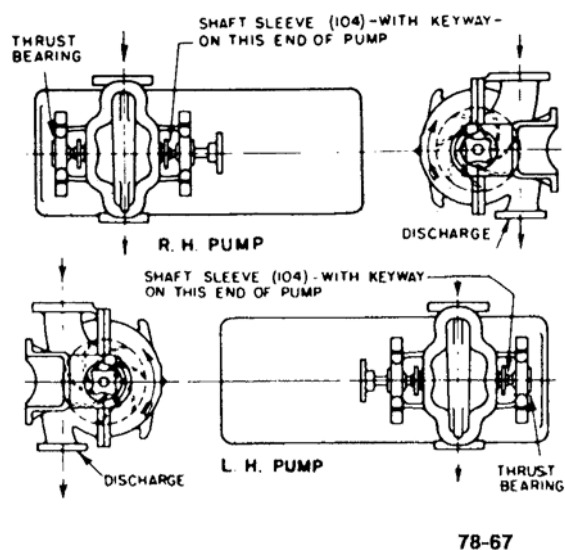
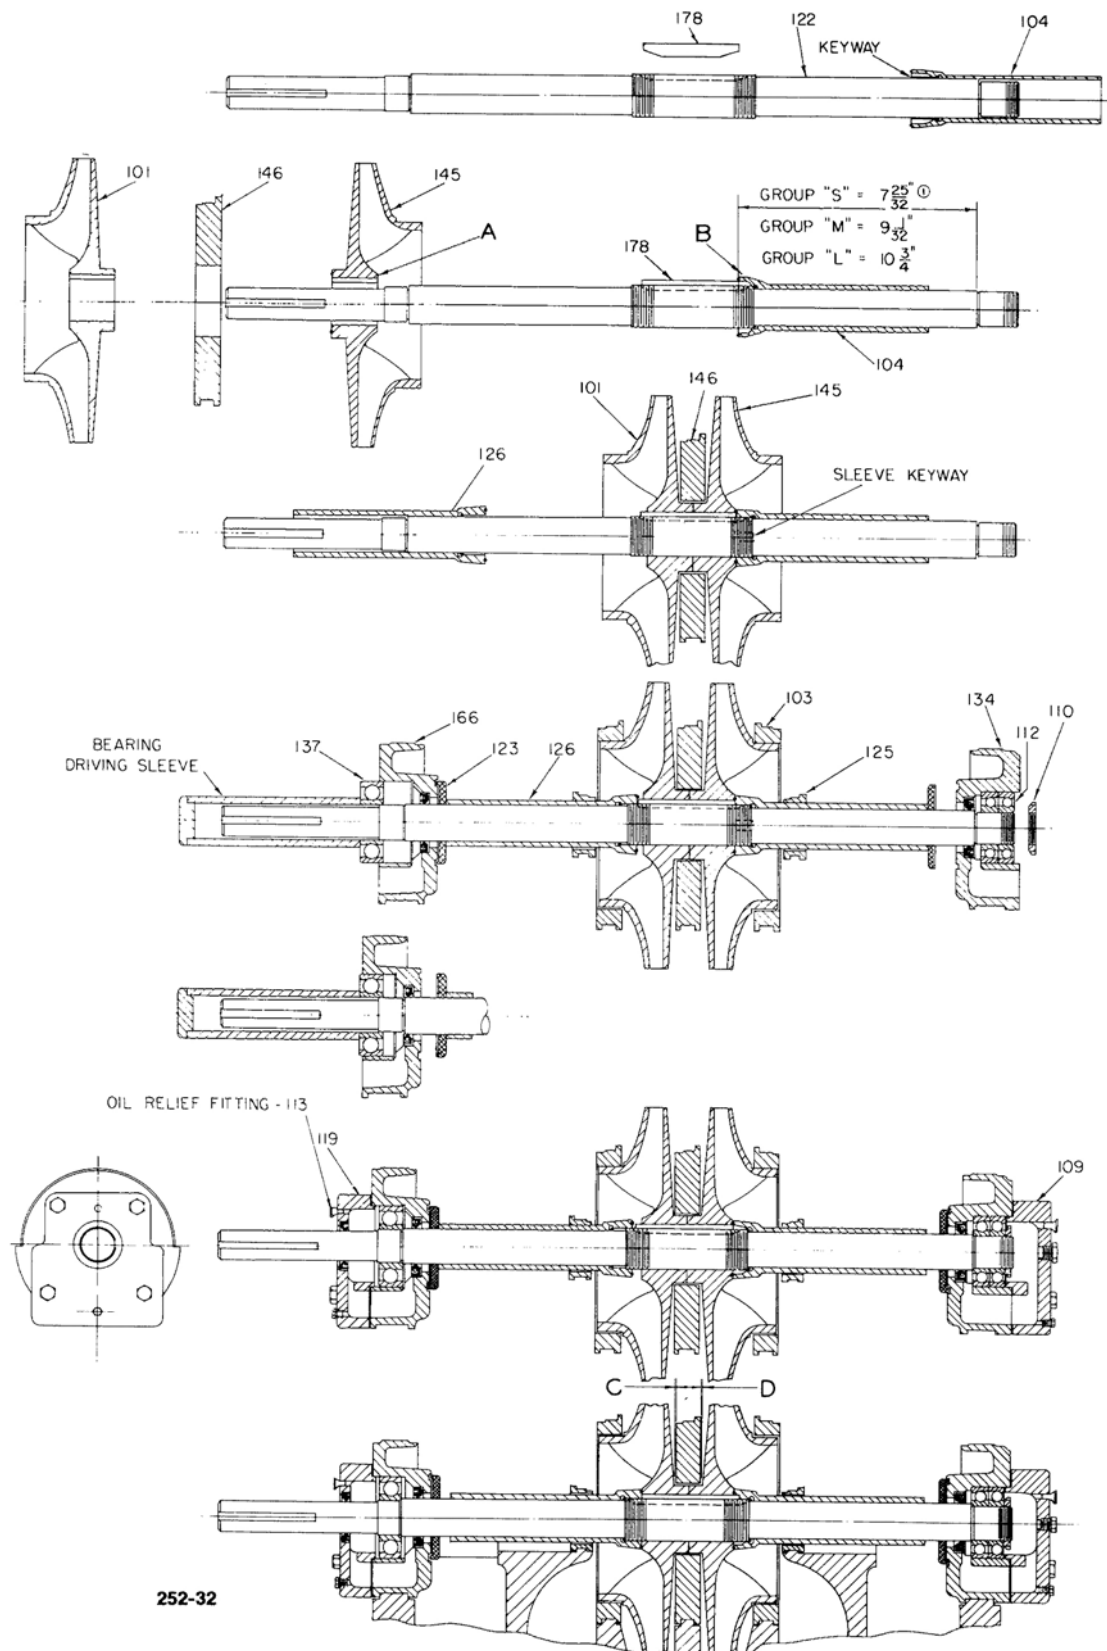

Рис. 22:
Рис. 23: Левосторонний насос
3. Отметьте расположение шпоночных пазов снаружи ступицы рабочего колеса 2 ступени (145) и стопорной втулки (104) в точках "A" и "B" на рис. 22 и 23. Эти метки будут использованы позже, чтобы указать, что шпоночные пазы находятся на одной линии.
Соберите втулку вала (104) со шпоночными пазами на резьбовом конце, но без прорезей под гаечный ключ. Поворачивайте втулку на валу по ЧС, пока размер от резьбового конца втулки до буртика вала на упорном подшипнике или боковом седле не совпадёт с размером на рис.23 для правого или рис. 22 для левого вращения. Этот размер должен соблюдаться как можно точнее, чтобы шпоночные пазы вала и втулки были выровнены.
- c) Нанесите тонкий слой масла на гнездо подшипника на валу. Наденьте подшипник перпендикулярно и простучите по валу до буртика. Используйте ведущую втулку, как показано на Рис. 22: on page 44 и Рис. 23: Левосторонний насос on page 45.
- d) Затяните гайку вала (110) до упора в подшипник.
- f) Прикрутите торцевую крышку подшипника (109) к корпусу подшипника. Убедитесь, что поставили прокладку (360) на место. Расположите торцевую крышку, как указано в разделе 7.11 Обратная сборка насоса on page 44, шаг 20, чтобы предохранительный фитинг находился в правильном положении.
- g) Соберите крышку подшипника (111), убедившись, что пробивная маркировка на крышке и корпусе находятся на одной стороне. Теперь равномерно затяните гайки.